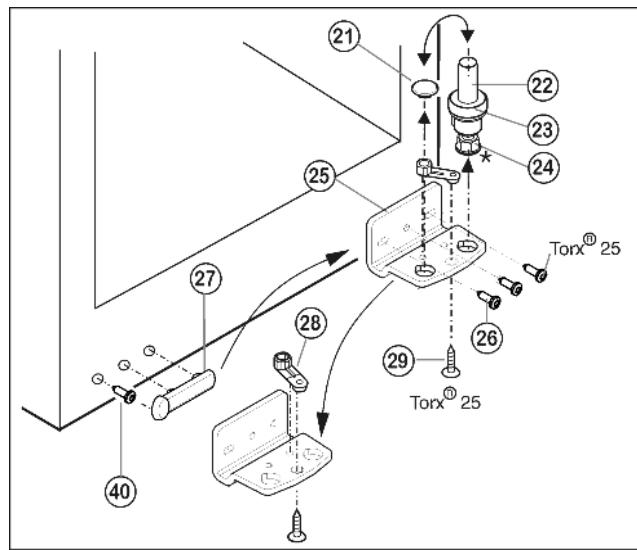
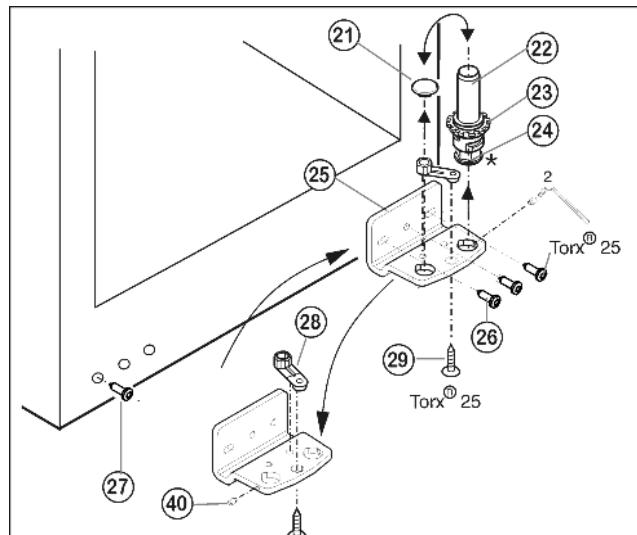

Fig. 5
Fig. 6
- Извлеките опорный винт Fig. 5 (22) в комплекте с шайбой Fig. 5 (23) и регулируемой опорой\* Fig. 5 (24), вытягивая его вверх.
- Снимите пробку Fig. 5 (21).
- Открутите Fig. 5 (26) опорный кронштейн Fig. 5 (25).
- Открутите Fig. 5 (29) опорную деталь Fig. 5 (28) и, переставив в отверстие на противоположной стороне опорного кронштейна, снова прикрутите.
- Осторожно снимите и переставьте на противоположную сторону крышку со стороны ручки Fig. 5 (27) и винт Fig. 6 (40).
- Снова прикрутите опорный кронштейн Fig. 5 (25) на новой стороне шарнира (**с моментом 4 Нм**). При необходимости используйте аккумуляторный шуруповерт.
- Переставьте пробку Fig. 5 (21) в свободное отверстие.
- Вновь установите опорный винт Fig. 5 (22) в комплекте с шайбой и регулируемой опорой\*. При этом фиксатор должен быть направлен назад.
- Отвинтите установочный винт Fig. 6 (40) приблизительно на один оборот прилагаемым торцевым ключом.
- Извлеките опорный винт Fig. 6 (22) в комплекте с шайбой Fig. 6 (23) и регулируемой опорой\* Fig. 6 (24), вывинчивая его вверх.
- Снимите пробку Fig. 6 (21).
- Открутите Fig. 6 (26) опорный кронштейн Fig. 6 (25).
- ▶ Полностью выкрутите установочный винт Fig. 6 (40) и вкрутите на противоположной стороне на нижнем опорном кронштейне, чтобы он был заподлицо с этим кронштейном.
- ▶ Открутите Fig. 6 (29) опорную деталь Fig. 6 (28) и, перевставив в отверстие на противоположной стороне опорного кронштейна, снова прикрутите.
- ▶ Переставьте пробку Fig. 6 (21) в свободное отверстие.
- ▶ Выкрутите болт Fig. 6 (27) и переставьте его на противоположную сторону.
- ▶ Снова прикрутите опорный кронштейн Fig. 6 (25) на новой стороне шарнира (**с моментом 4 Нм**). При необходимости используйте аккумуляторный шуруповерт.
- ▶ Вновь установите опорный винт Fig. 6 (22) в комплекте с шайбой и регулируемой опорой\*.
- ▶ Затяните установочный винт Fig. 6 (40).
- ▶ Установите дверцу сверху на нижний опорный палец Fig. 6 (22).
- ▶ При необходимости выровняйте дверцы через два продольных паза в нижнем опорном кронштейне Fig. 6 (25) параллельно корпусу устройства. Для этого выкрутите средний винт.